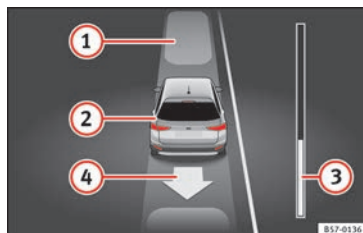

Fig. 214 Sul display del quadro strumenti: uscire da un parcheggio in linea.
Legenda della **fig. 214**:
7.	OPPURE: spostarsi in retromarcia finché nel display del quadro strumenti non comparirà l'indicazione di spostarsi con la marcia in avanti. La barra di avanzamento » fig. 214 ③ indica la distanza che si deve percorrere » pag. 245.